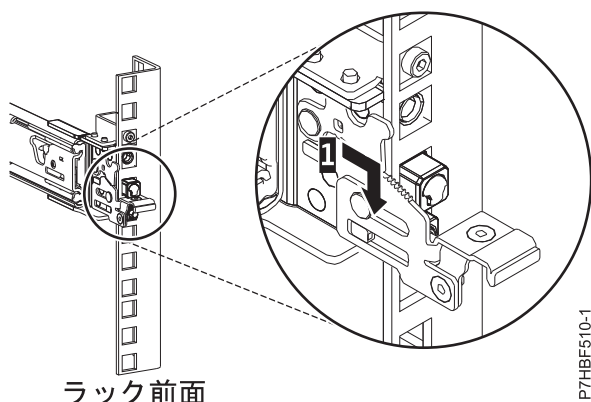

図5. ラックの前面レールに取り付けられているピン
6. スライド・レールを前方に引き、レール前部の 3 つのピンを、事前にマークを付けた、選択済みの EIA 単位の 穴に挿入します。スライド・レールを下方に下げて (1)、中央のピンのフック機構を噛み合わせます。詳しくは、6 ページの図 5 を参照してください。